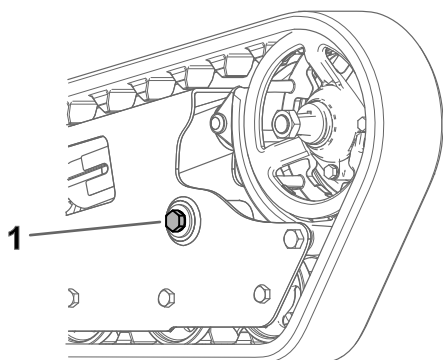

Figura 6
6. Allentate il bullone posteriore che fissa il telaio del cingolo posteriore alla macchina (Figura 6).